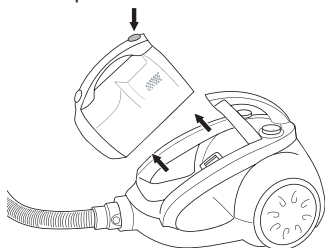

Figure 10
- Démontez le collecteur de poussière; pour cela, vous enfoncez le bouton de déblocage (voir la figure 10) du collecteur de poussière, et vous le sortez, et tenez-le au-dessus d'une poubelle.